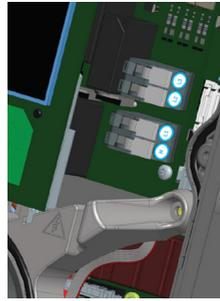

Abbildung 7: Anbringen einzelner Ladekabeladern.
9. Schieben Sie das Ladekabel weiter nach innen und befestigen Sie die Adern an den Ausgangsklemmen der Plattform. Siehe Abbildung 7 für die Position beim 3-phasigen Pro-Line-Modell. Beim 1-Phasen-Modell sind nur die Anschlusspunkte für N und L1 verfügbar.